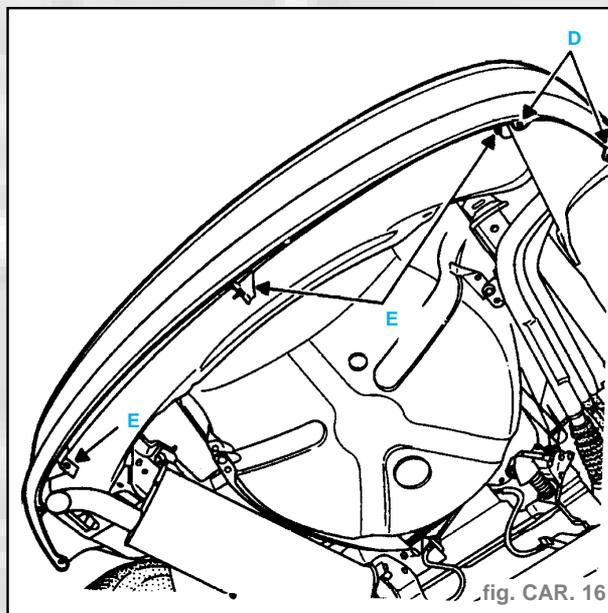

fig. CAR. 16
- Déposer (fig. CAR. 16) :
- les deux vis de fixations inférieures de l'écran (D) (étoile 20) (de chaque côté),
- les trois vis de fixations inférieures AR du bouclier (E) (tête hexagonale de 10).